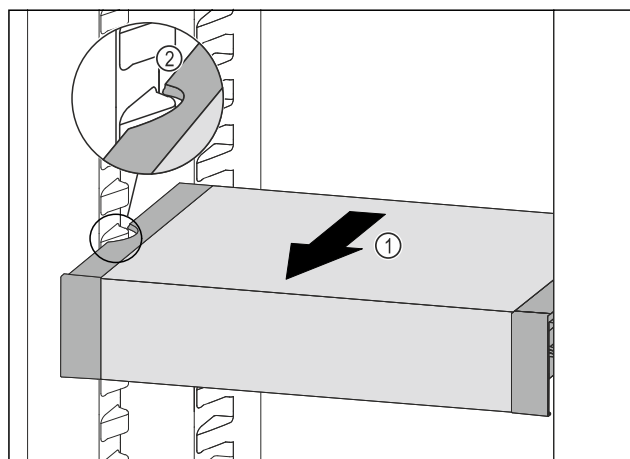

Fig. 132
- ▶ Træk VarioSafe fremefter Fig. 132 (1), indtil udsparringerne i siden på VarioSafe er på niveau med beholderribben i kølesektionen. Fig. 132 (2)